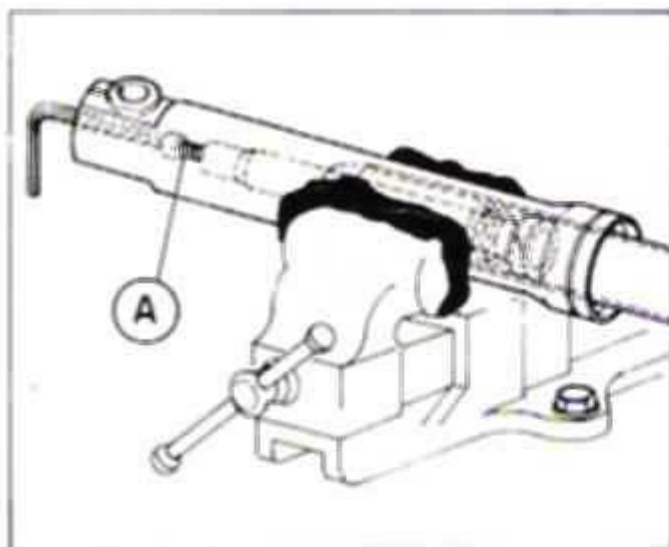

FIG. C32
- Introduzir o conjunto do cilindro interno no interior do cilindro externo e apertar o parafuso allen (A - Fig. C32) no torque de 1,3 a 2,3 Kgm no cilindro externo. Adicionar na rosca do parafuso cola "Loctite". Vide página 10.